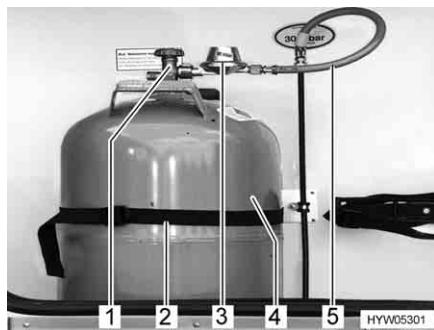

Fig. 76 Vano portabombole
- Chiudere la valvola principale di arresto (Fig. 76,1) della bombola del gas (Fig. 76,4). Osservare la direzione della freccia.
- Svitare manualmente il regolatore di pressione del gas (Fig. 76,3), con il tubo del gas (Fig. 76,5), dalla bombola del gas (filettatura sinistrorsa).
- Allentare le cinghie di fissaggio (Fig. 76,2) ed estrarre la bombola del gas.